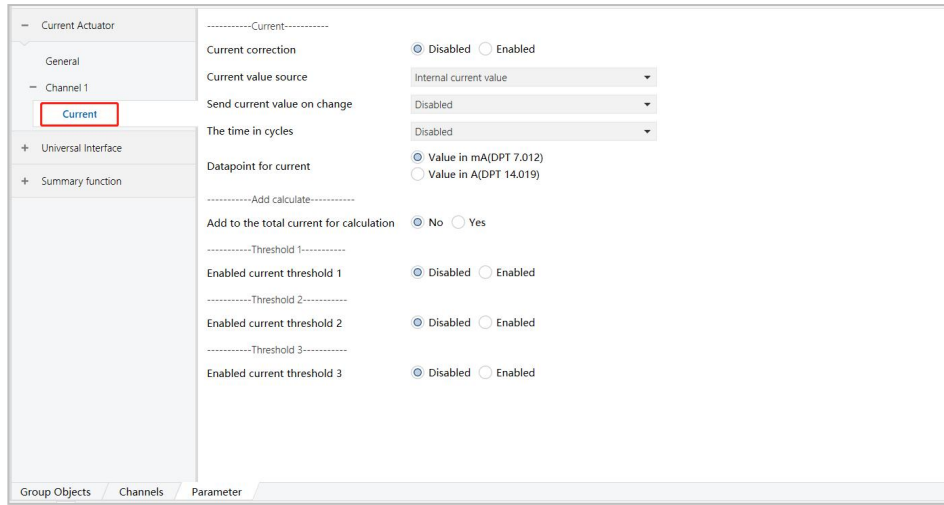

图 6.2.2
2) 单击下述红色方框内的选项，设置参数，下面以 Channel 1 为例，如图 6.2.2 所示；